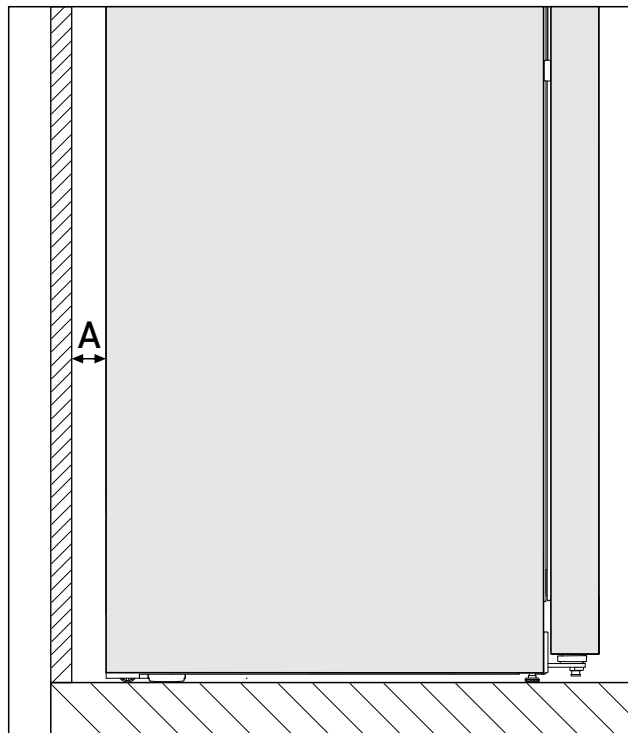

Fig. 3 *
Zużycie energii określono na podstawie odstępu ściany Fig. 3 (A) pomiędzy tylną ścianą urządzenia a ścianą. Jeżeli odstęp ściany jest mniejszy niż Fig. 3 (A), nie ma to wpływu na sprawność urządzenia, jednak zużycie energii zwiększa się nieznacznie przy mniejszym odstępie od ściany.*